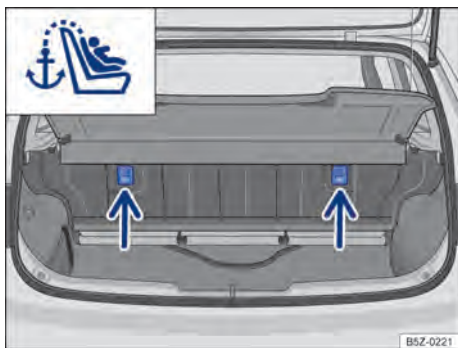

Fig. 35 Olhais de retenção para o cinto de fixação superior no lado de trás do banco traseiro.
- Caso seja fornecido juntamente com a cadeira de criança, colocar o cinto de fixação superior (Top Tether) da cadeira de criança entre o encosto do banco traseiro, fixando-o no terminal de engate existente na parte posterior do encosto do banco → Fig. 35.